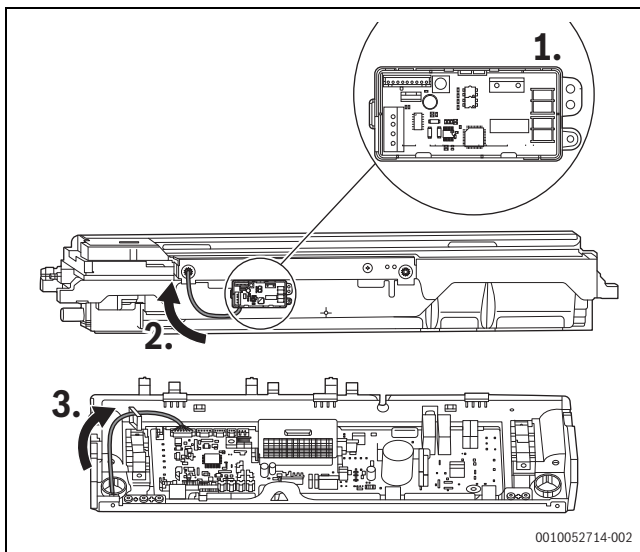

fig. 3
3. Siguroni kitin e komunikimit duke përdorur 10 vida ST3.9 dhe kaloni telin lidhës përmes vrimës së tensionit të ulët në skajin përkatës Extend CN18 të qarkut kryesor (Fig. 3).